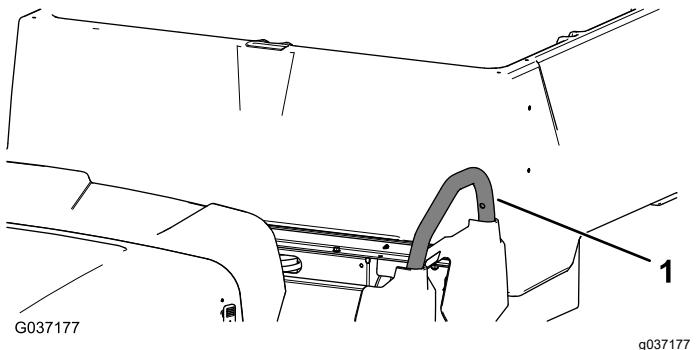

Figure 9
- Retirez les 3 vis et les écrous qui fixent la poignée gauche, et déposez la poignée (Figure 9).
8. Posez la poignée gauche déposée précédemment et fixez-la à l'aide des 3 vis et des 3 écrous (Figure 9).